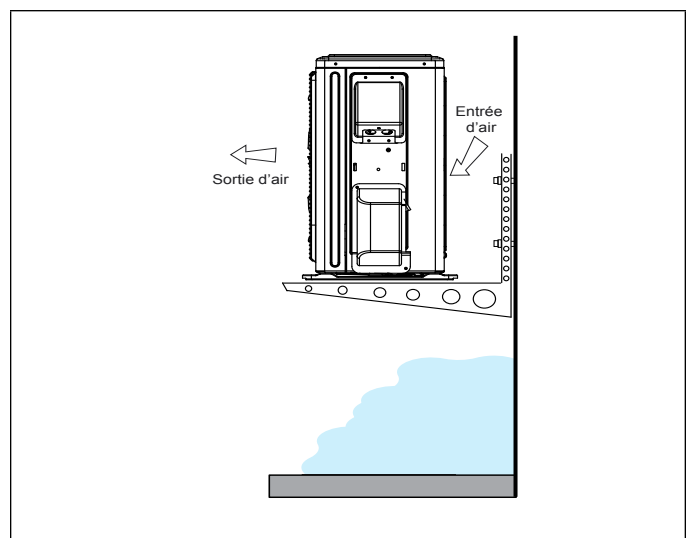

Figure 25. Unité extérieure sur supports au-dessus du niveau de la neige
- La base de l'unité doit être située au-dessus du niveau moyen de la neige comme illustré à la « Figure 25. Unité extérieure sur supports au-dessus du niveau de la neige ».